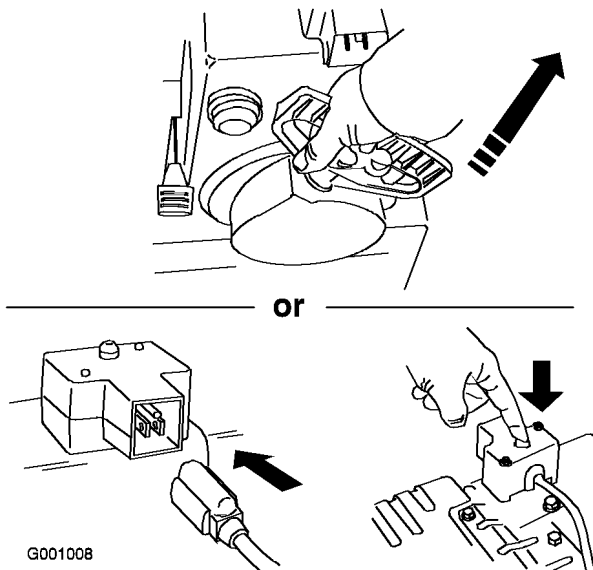

Bild 24
- Lassen Sie die Schneefräse mit dem Rücklaufstarter oder dem elektrischen Anlasser an (Bild 24).